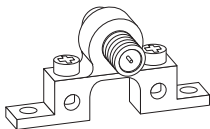

Fig. 1a
- 1)** Conecte un extremo del cable coaxial a la antena y el otro extremo a un bloque de conexión a tierra de 75 ohm (no se incluye). A continuación (**Fig. 1a**), se muestra un ejemplo de un bloque de conexión a tierra de 75 ohm.